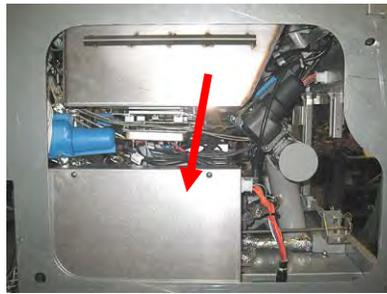

Figure 35
5. Retirez les deux vis fixant le couvercle de la boîte de contacteurs (voir Figure 35).